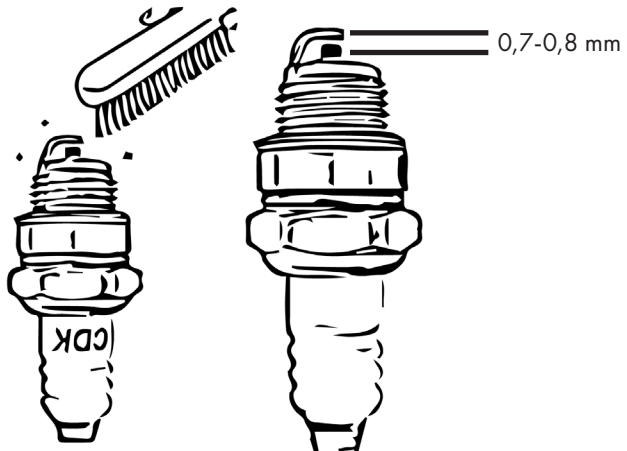

Bild 26
- Ställ in elektrodavståndet till ett målvärde på 0,7-0,8 mm. Se bild 26.